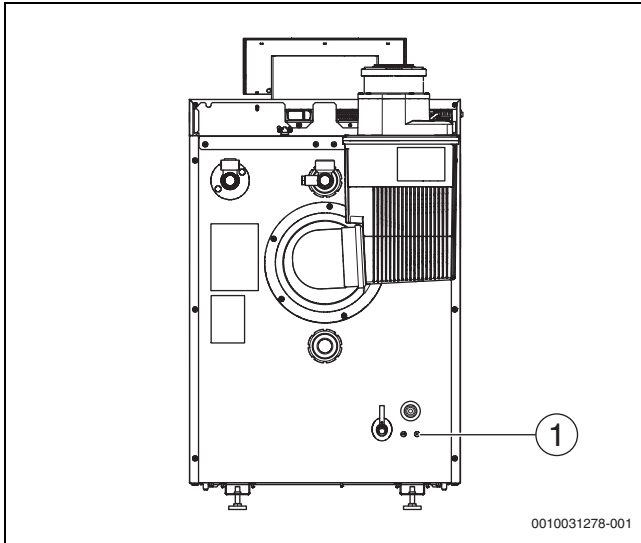

Bild 30 Schrauben an der Kesselrückwand
- ▶ 2 Schrauben (→ Bild 30, [1]) an der Kesselrückwand entfernen.